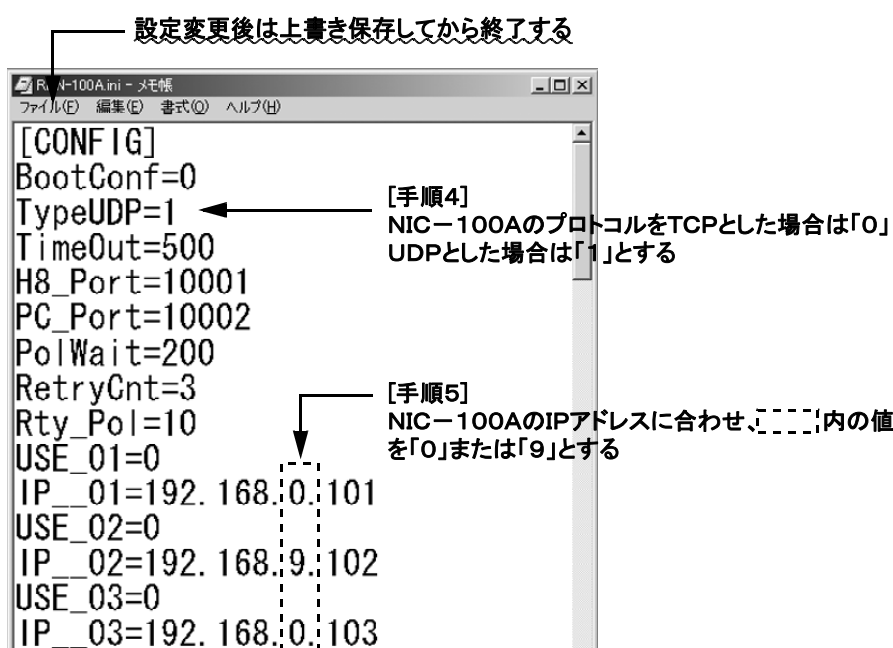

図6-3. RAN-100A.ini
- [手順3] 「RAN-100A」フォルダ内の「RAN-100A.ini」をダブルクリックし、下図6-3の様に開いて下さい。
下図6-3の画面で「TypeUDP=0」とし、上書き保存して下さい。 ➡ プロトコル設定:7頁
下図6-3の画面で「TypeUDP=1」とし、上書き保存して下さい。
下図6-3の画面で「IP__01」内を「0」とし、上書き保存して下さい。 ➡ IPアドレス設定:6頁
下図6-3の画面で「IP__02」内を「9」とし、上書き保存して下さい。